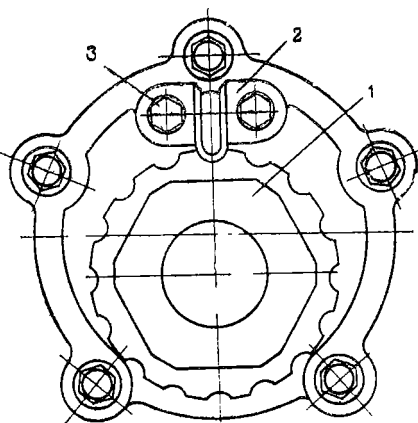

Рис. 14. Крепление стопора гайки боковой крышки рулевого механизма:
1. Отвернуть два болта 3 (рис. 14) крепления стопора 2 и снять стопор.
6. Установить на место стопор 2 (рис. 14) и закрепить болтами 3 с пружинными шайбами.